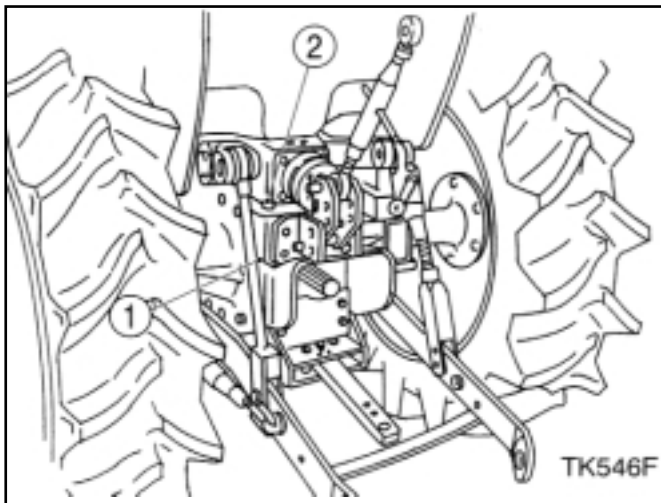

FIG. 100 / ABB. 100 / FIG. 100
**TK546** - Placez le tracteur sur un sol plat. Vérifiez le niveau d'huile par le hublot de contrôle du niveau d'huile (1) (Fig. 100).
**TK546:** Den Traktor auf ebenem Grund abstellen. Den Ölstand über das Schauglas (1) (Abb. 100) kontrollieren.
**TK546** - Parkeer de tractor op een vlakke ondergrond. U dient het oliepeil te controleren via het kijkglas (1) (Fig. 100).